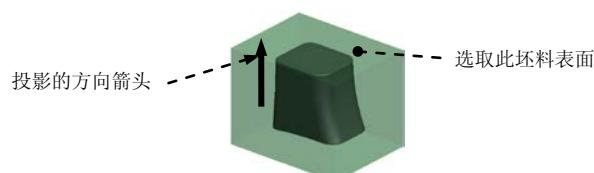

图 2.6 定义投影的方向
Step4. 定义光线投影的方向。在“阴影曲面”对话框中双击 **Direction (方向)** 元素，系统弹出“一般选取方向”菜单。在系统弹出的 **GEN SEL DIR (一般选择方向)** 菜单中选择 **Plane (平面)** 命令，然后在系统 **选择将垂直于此方向的平面** 的提示下，选取图 2.6 所示的坯料表面；单击 **Flip (反向)** 按钮将投影的方向切换至图 2.6 中箭头所示的方向，然后选择 **Okay (确定)** 命令。
(1) 定义“束子”特征的轮廓。
① 在“阴影曲面”对话框中双击 **ShutOff Ext (关闭延伸)** 元素。
② 系统弹出 **ShutOff Ext (关闭延伸)** 菜单，选择该菜单中的 **Boundary (边界)** →